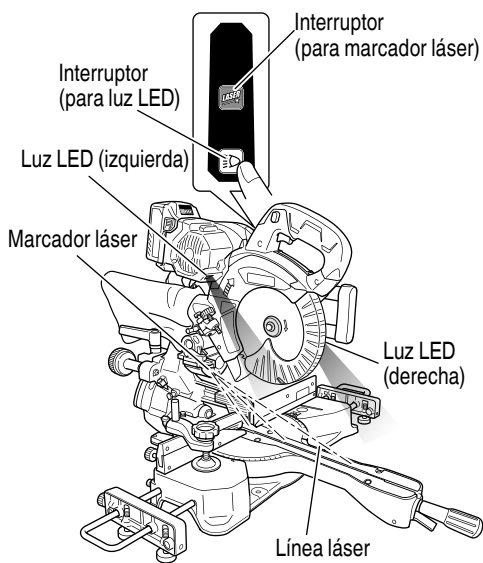

Fig. 27
(2) Encendido de la guía láser/luz LED (Fig. 27)